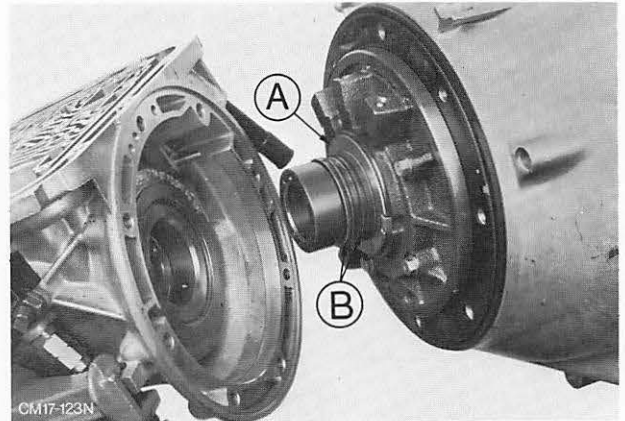

Abb. 98 Wandlergehäuse montieren
49. Anlaufscheibe Nr. 1 mit Öl an das Ölpumpengehäuse kleben. Neuen Rechteck-Ring auf das Wandlergehäuse und Papierdichtung auf das Getriebegehäuse legen. Wandlergehäuse mit montierter Ölpumpe vorsichtig montieren, **dabei Kolbenringe der Ölpumpe nicht beschädigen**. Abb. 98. Schrauben einsetzen und mit vorgeschriebenem Drehmoment festziehen.